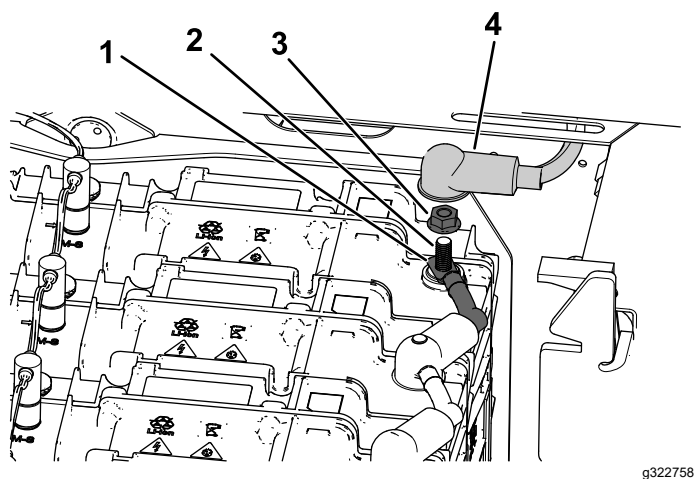

Figura 44
2. Retire la tuerca con arandela prensada y el cable negativo (–) del borne de la batería (Figura 44).
1. Conecte el cable negativo (-) al borne de la batería usando la tuerca con arandela prensada (Figura 44).
2. Instale el protector del borne negativo (-) de la batería en el borne de la batería (Figura 44).